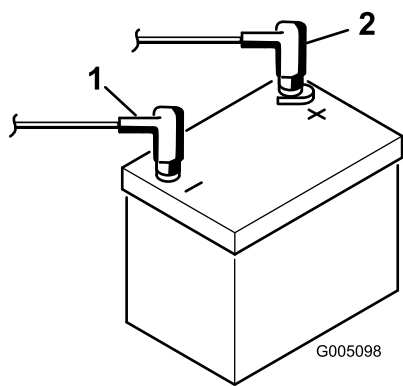

Рисунок 7
9. Установите положительный кабель (красный) на положительную клемму (+), а отрицательный кабель (черный) на отрицательную (–) клемму аккумуляторной батареи и закрепите их болтами и гайками (Рисунок 7). Наденьте на положительную клемму резиновый чехол для предотвращения возможного замыкания на массу.